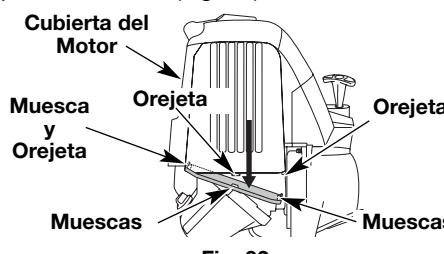

Fig. 32
1. Retire la cubierta del silenciador presionando la esquina con un destornillador de vástago plano (Fig. 32). Deslice las muescas a los lados de la cubierta del silenciador sobre las orejetas de la cubierta del motor y retire.
13. Vuelva a colocar la cubierta del silenciador. Deslice las muescas a los lados de la cubierta del silenciador sobre las orejetas de la cubierta del motor y enganche en su lugar (Fig. 32).